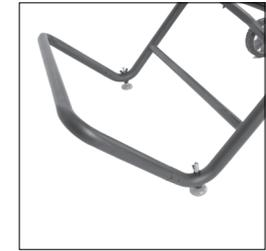

Fig. 25
- Saisissez la poignée de transport (**Fig. 25**).